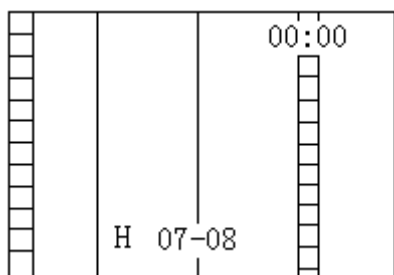

图 5
2、按“测试”键仪器显示“正在充电”，同时可见到屏幕显示正在刷新的三条波形线，待显示波形呈直线状态且数值相对稳定时（注：这是一个充电过程），再按“测试”键屏幕画面如图 5 所示：此时，表示仪器正在测量开关从 7 档到 8 档的开关切换过程。（默认为 07-08）